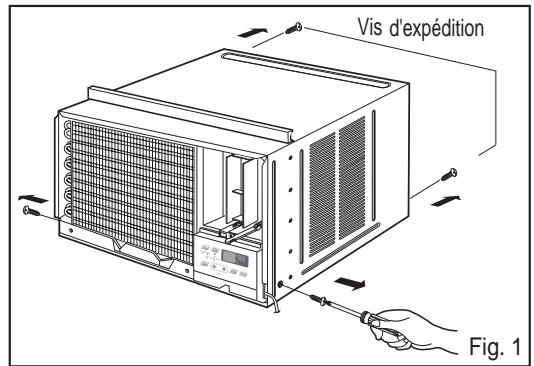

Fig. 1
- Déposez les vis situées de part et d'autre et à l'arrière du boîtier. (Fig 1)